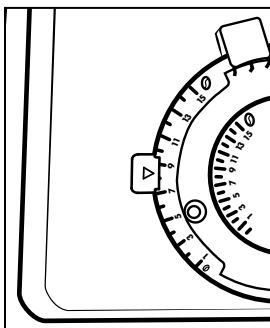

Abb. 2
- Mit dem Mahlgradregler ❸ können Sie einstellen, wie fein die Kaffeebohnen gemahlen werden, in einer Skala zwischen der Position 1 (sehr fein) bis zur Position 15 (grob).
- Wir empfehlen die Einstellung 8 für alle Kaffeezubereitungen. Die Einstellung wird durch den Pfeil am Mahlgradregler ❸ angezeigt (s. Abb. 2).